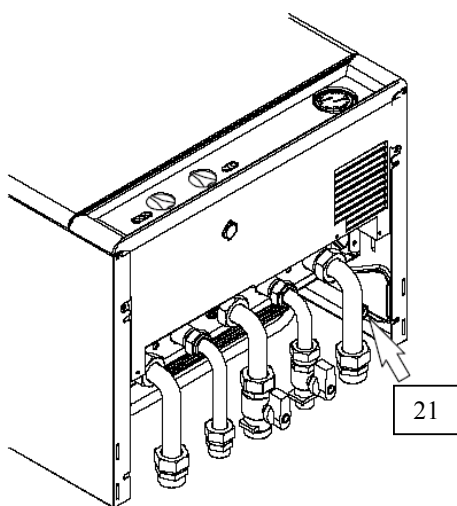

Рис. 5.3.
9. Смонтируйте трубу слива предохранительного клапана 21 (рис.5.3).